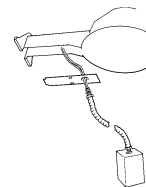

Fig. 1
Paso 6: Instale el primer conector del conducto portacables (no suministrado) en el área del agujero ciego de la cubierta de acceso (Fig. 1). Apriete con una llave ajustable.
Paso 7: Conecte el segundo conector del conducto portacables en la caja de conexiones (Fig. 1).